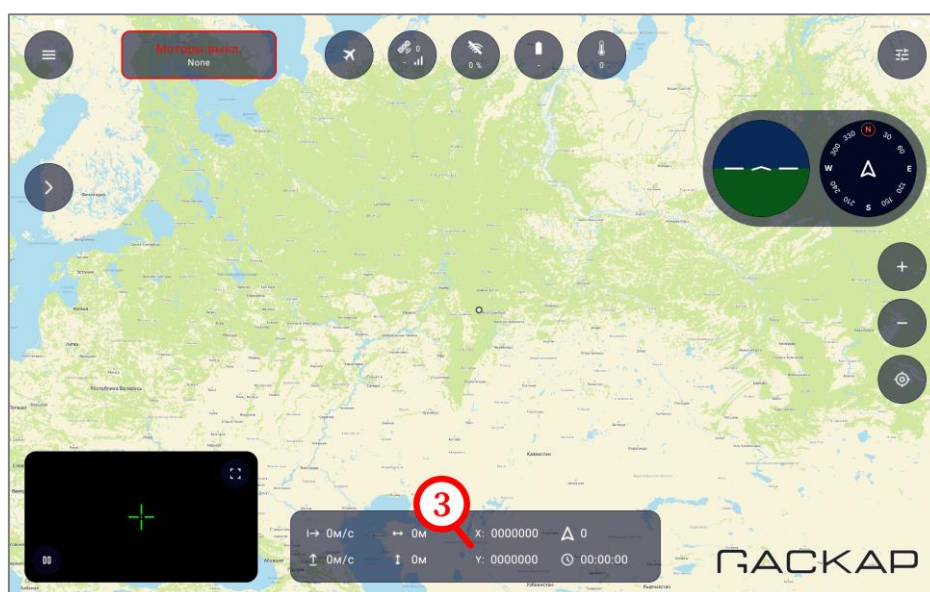

Рисунок 39
- в главном окне ПО на панели телеметрии убедиться, что координаты были изменены на X, Y (рисунок 39, шаг 3).